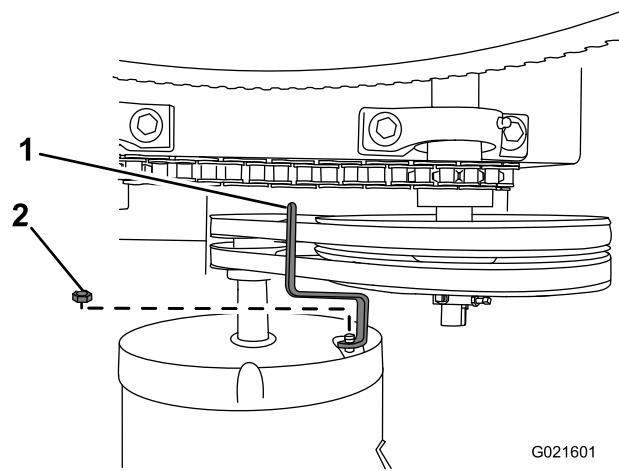

Figura 38
- Retire la tuerca que sujeta la guía de las correas al motor, y retire la guía de las correas (Figura 38).
- Sujete la guía de las correas provisionalmente al motor (Figura 38) con el perno que se retiró en el paso 3 de Retirada de las correas (página 26).